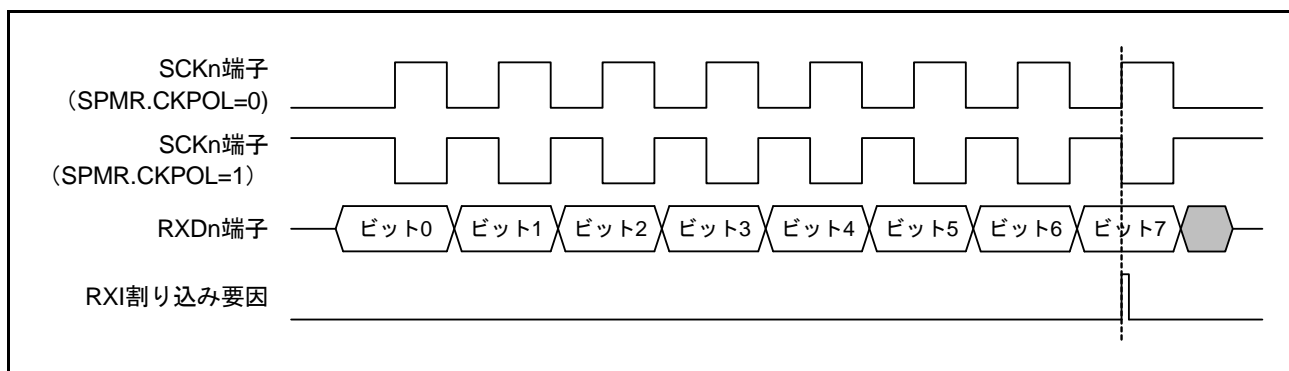

図 27.73 簡易 SPI モード (クロック遅れあり) RXI 割り込み発生タイミング
(1) マスタモード
- クロック遅れあり設定 (SPMR.CKPH ビット = “1”) の場合、図 27.73 に示すように SCKn 端子の最終クロックエッジ手前のクロックエッジで受信データフル割り込み (RXI 割り込み) が発生します。このとき、SCR.TE, RE ビットを SCKn 端子の最終クロックエッジより前に “0” に設定すると SCKn 端子出力がハイインピーダンスとなり、最終送受信クロックのクロックパルス幅が短くなります。また、RXI 割り込み後、SCKn 端子の最終クロックエッジより前に接続先スレーブに対する SSn# 端子入力信号を High にするとスレーブが誤動作する可能性があります。